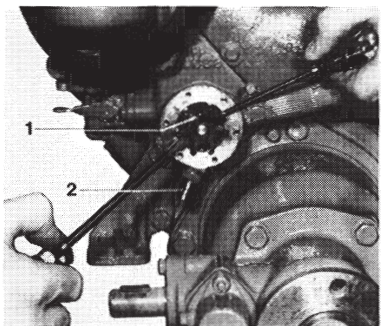

Abb. 25. Ausbau des Pumpenrades
1. Deckel von der Seewasserpumpe ausbauen. **Darauf achten daß kein Wasser eindringt!** Mit zwei Schraubenziehern die Welle mit dem Pumpenrad so weit aus dem Gehäuse ziehen, das die Halteschraube des Rades herausgeschraubt werden kann (Abb. 25). **BITTE BEACHTEN!** Legen Sie einen Schutz unter die Schraubenzieher, damit das Pumpengehäuse nicht beschädigt wird.